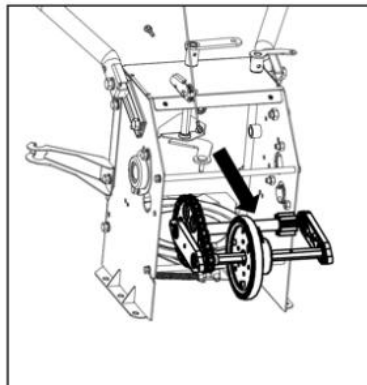

Рисунок 30
4. Вытащите шестигранный вал, приложив к нему усилие, удалите шестигранный вал и трансмиссионный вал (рис. 30).